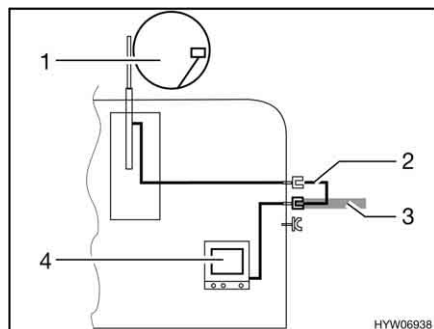

Fig. 181 TV nel veicolo
- TV nel veicolo (Fig. 181,4): Collegamento all'antenna del tetto (Fig. 181,1) con cavo di collegamento (Fig. 181,2)
- TV nel veicolo (Fig. 181,4): Collegamento a antenna esterna (Fig. 181,3)